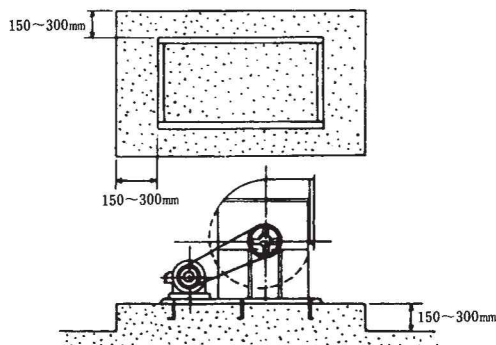

図 7
- 1) コンクリート基礎の大きさは送風機ベットの外縁より少なくとも 150 ～ 300mm 程広くとって下さい。厚みは小型のものでは 150mm 大型の送風機に対しては 300mm 程度とし、少なくとも送風機総重量の 3 倍以上の基礎重量にすることが必要です。（図 7）